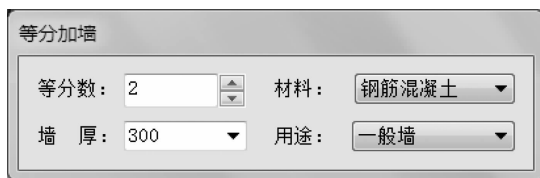

图 3-4 “等分加墙”对话框
(3)弹出“等分加墙”对话框,如图 3-4 所示。此时命令行提示如下: